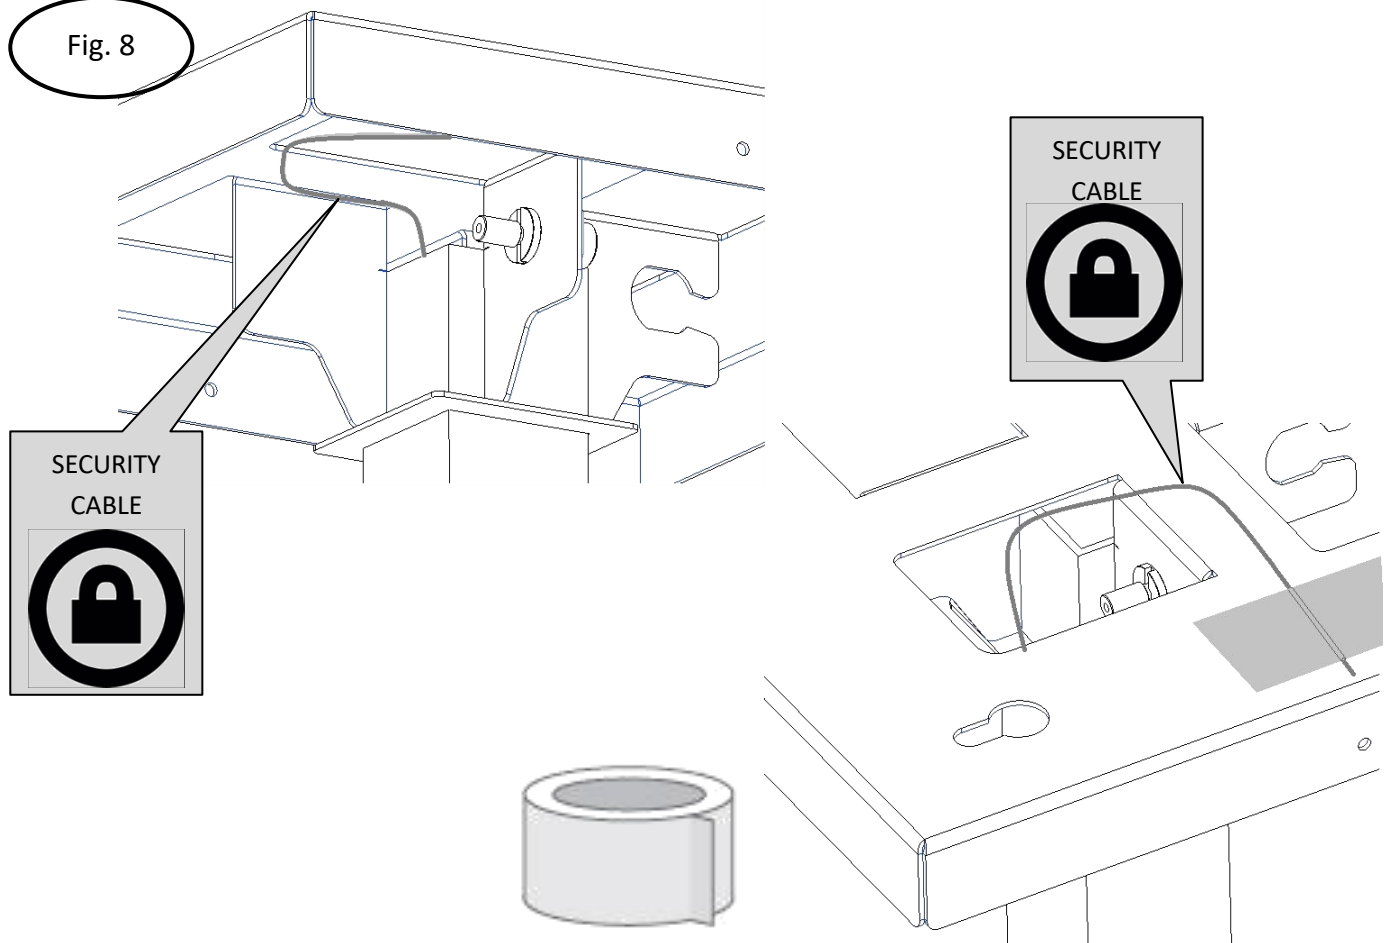

Fig. 9
- 9) Bevestig de steunen aan de kap met behulp van N ° 2 inbussleutel M8x45 schroeven aan elke zijde, let daarbij op de richting (Fig. 9) (Fig. 10). Wanneer het samenstel is voltooid, moeten de plafondplaten worden georiënteerd zoals weergegeven in (fig.11).